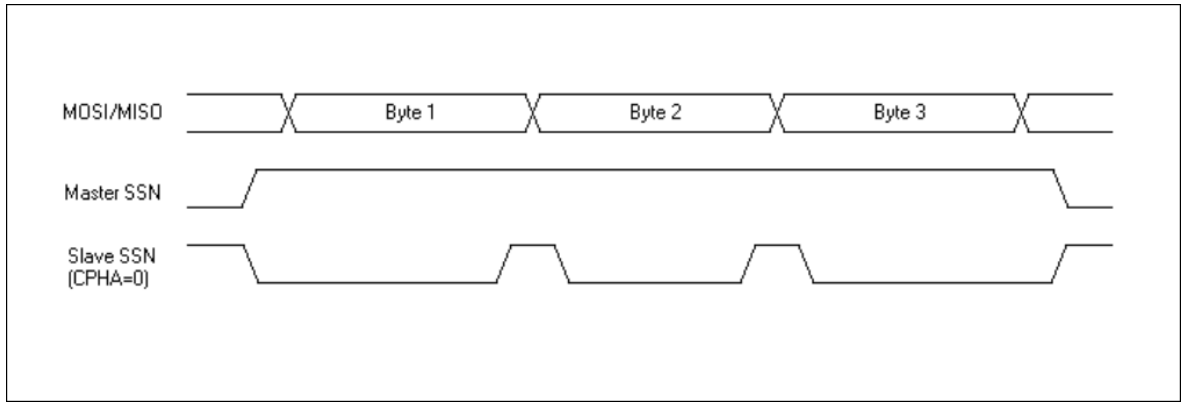
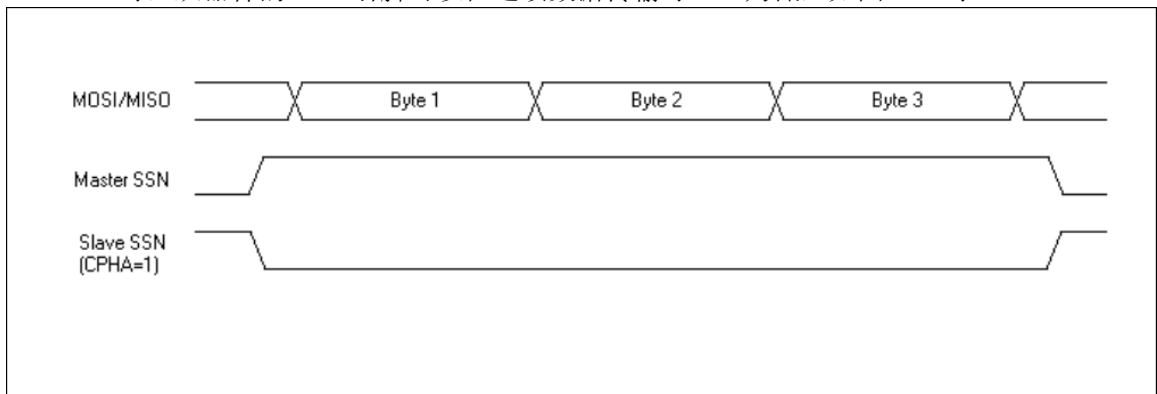

图 16-4 SPI SSN 时序图 (CPHA=0)
图 16-5 SPI SSN 时序图 (CPHA=1)
若 SPI 为从器件，则 CPHA=0 时，SSN 引脚必须在每字节数据传输后拉高，以便可以拉低启动下一字节传输，并避免产生写冲突错误。如图 16-4 所示：
CPHA=1 时，从器件的 SSN 引脚可以在连续数据传输时一直为低，如图 16-5 示：
- 从器件模式处理较为特殊，当 CPHA=0 时，从器件的 SSN 引脚拉低启动数据传输，从器件的 SSN 引脚拉高结束数据传输（即使在此之前 SPIxIF 中断已经产生），因为从器件不知道传输何时开始，当 SSN 引脚拉低后，MISO 引脚立即开始数据的传输（见图 16-4）。当 CPHA=1 时，从器件在串行时钟的第一个沿启动数据传输，在 SPIxIF 置位后结束数据传输（见图 16-5）。